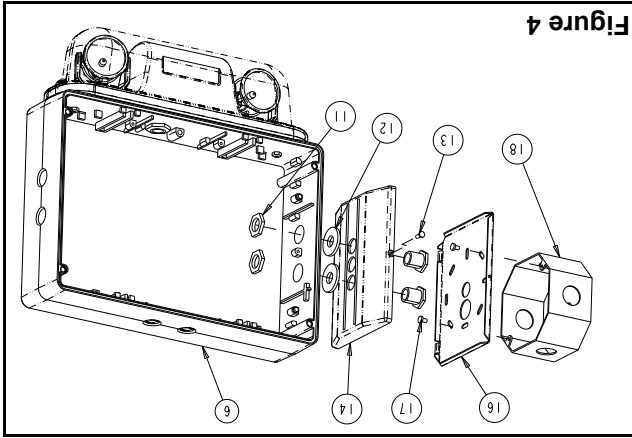
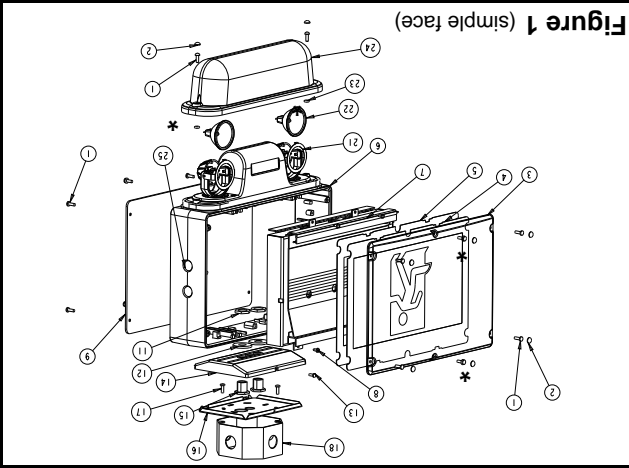

Figure 4
Figure 1 (simple face)
- S'assurer que la vis de retenue est accessible (voir figures 1&2, pièce n° 13). Utiliser les vis de la boîte de jonction pour fixer la plaque arrière du pavillon à la boîte de jonction.
- Pour les modèles à double face, il est important de noter que vous devez enlever le diffuseur (10) avant de retirer le module du boîtier. Choisir quels trous du cadre serviront au montage (voir les figures 1, 2 et 4). Soustraire le cadre à l'aide de deux blocs de bois espacés à coup sec à l'aide d'un marteau et d'un tournevis. Débarasser les trous de toute bavure, afin de permettre un bon contact avec le raccord fileté. Note: le montage en bout (voir figure 4), bien qu'étanche à l'eau, n'est pas certifié Nema 4X.
- Fixer le pavillon au cadre à l'aide du raccord fileté. S'assurer que le joint d'étanchéité est bien placé entre le pavillon et le cadre, et les écrous à l'intérieur de l'indicateur (voir figure 4).